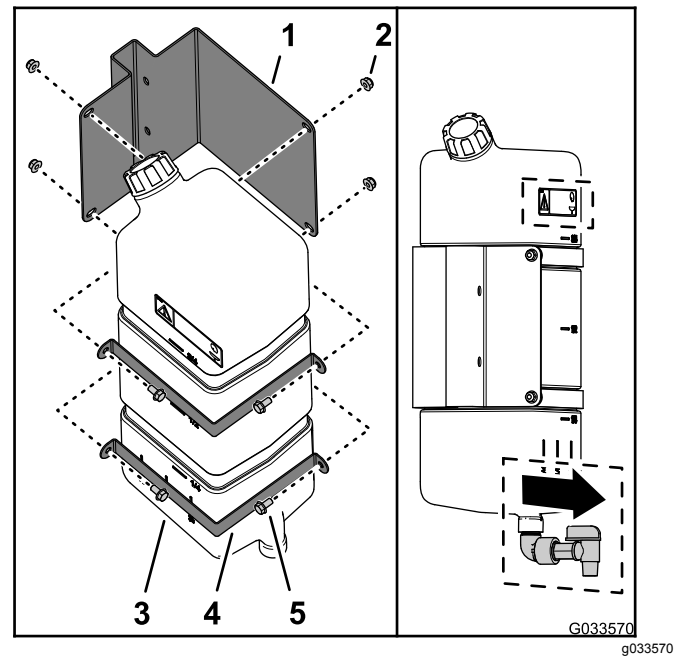

Figura 45
1. Monte o depósito de água limpa na montagem do depósito com as duas correias de montagem, quatro parafusos de cabeça flangeada (5/16 pol. x 5/8 pol.) e quatro porcas flangeadas (5/16 pol.) como se mostra na Figura 45.